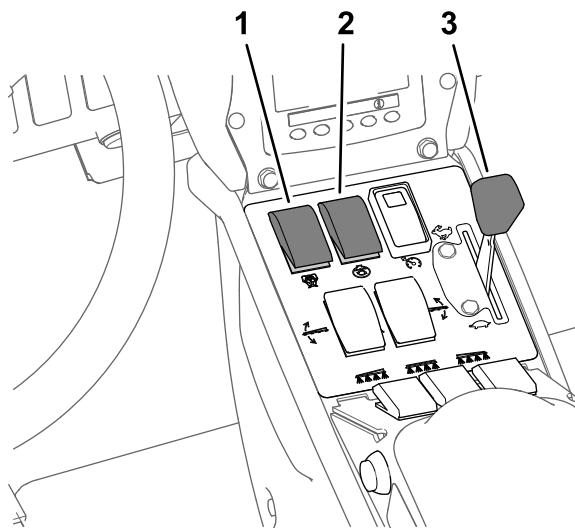

Figura 33
Nota: Este procedimiento supone que la bomba de fumigación está activada; consulte Figura 33, en Fumigación en el Modo de caudal de aplicación (página 35).
- Ajuste el acelerador a la velocidad de motor deseada para la fumigación; consulte Figura 33, en Fumigación en el Modo de caudal de aplicación (página 35).